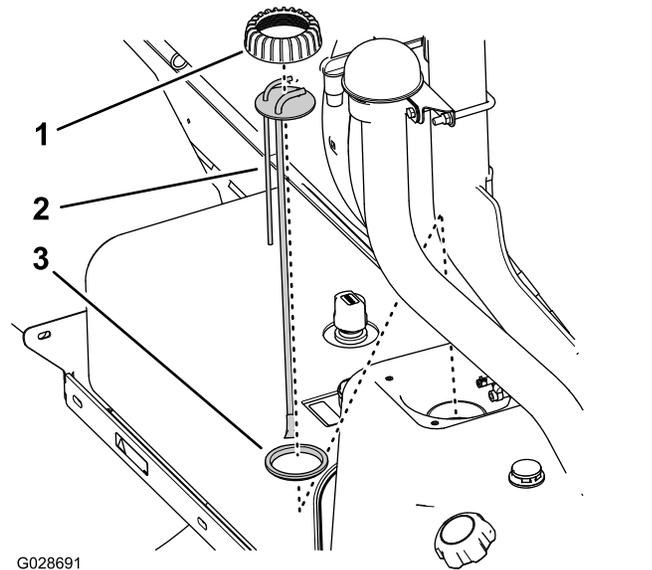

Figure 58
5. Tournez le bouchon du tuyau vertical dans le sens antihoraire pour le retirer (Figure 58).
6. Soulevez et déposez le tuyau vertical du réservoir de carburant (Figure 58).
1. Placez le bouchon sur le tuyau vertical et le tuyau vertical sur le joint, comme montré à la Figure 58.
2. Alignez le bouchon, le tuyau vertical et le joint, et insérez l'ensemble avec précaution dans le réservoir de carburant (Figure 58).
3. Vissez le bouchon sur le goulot du réservoir de carburant et serrez-le à la main (Figure 58).